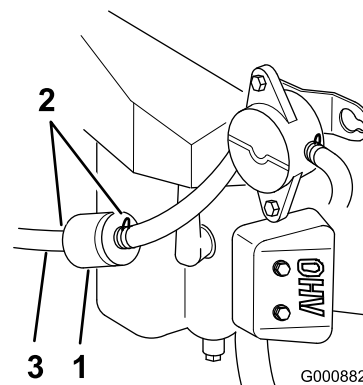

Figure 30
5. Desserrez le collier de serrage au niveau du filtre à carburant et éloignez-le du filtre en le poussant le long de la conduite d'alimentation (Figure 30).
6. Débranchez la conduite d'alimentation du filtre (Figure 30).
4. Pincez les extrémités des colliers et faites glisser ceux-ci pour les éloigner du filtre (Figure 30).
6. Posez un filtre neuf et rapprochez les colliers de fixation du filtre (Figure 30).